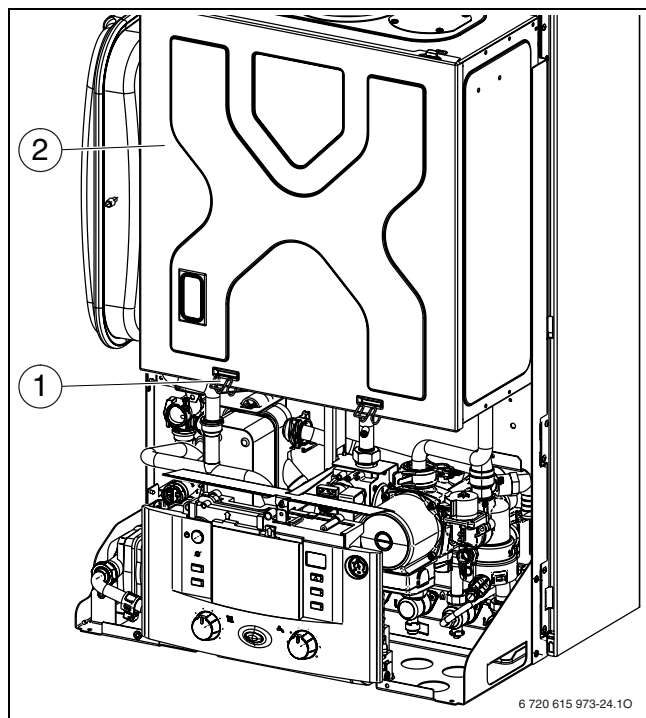

Fig. 54 Abrir la cámara de combustión
- Retirar las dos pinzas (1) y levantar la tapa de la caja de aire (2) hacia arriba (→ fig. 54).